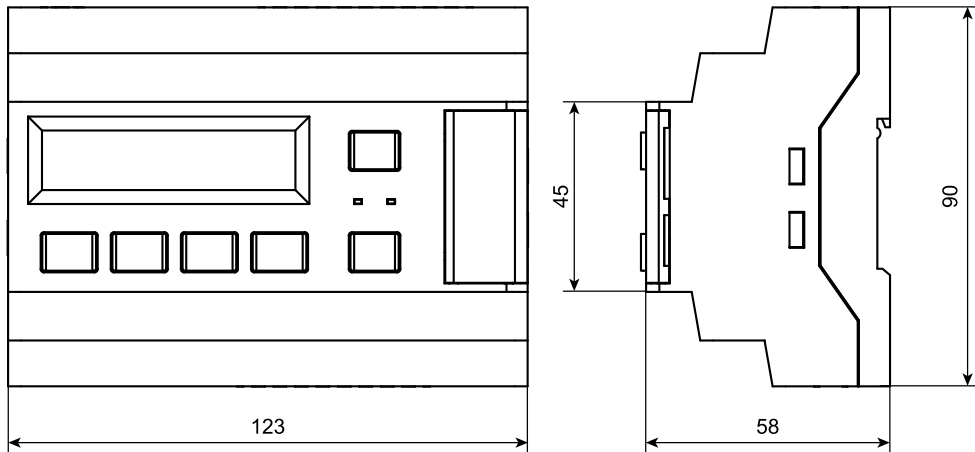

Рисунок 6.1 – Габаритный чертеж прибора
1. Подготовить на DIN-рейке место для установки прибора в соответствии с размерами прибора (см. *рисунок 6.1*).